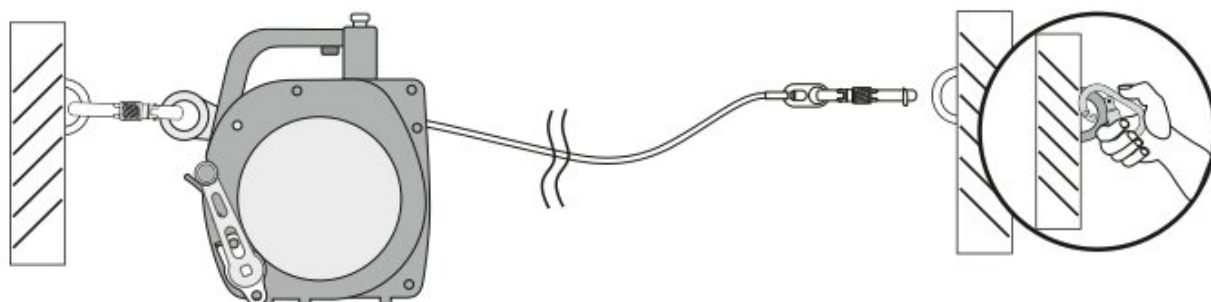

Рис. 19. Смотывание троса анкерного устройства вращением рукоятки или шурупвертом (гайковертом)
**Действие 3.** Вращайте рукоятку лебедки по часовой стрелке и полностью смотайте трос (рис. 19а). Для сматывания троса возможно применение шуруповерта (гайковерта) (рис. 19б).